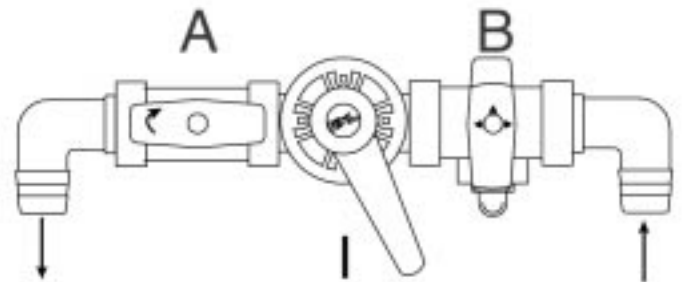

Fig. 8
2) Повторное наполнение установки: откройте кран слива и кран «впуска чистой воды». Установите рукоятку реверсивного крана на трехходовой кран (В), закройте двухходовой кран (А) и установите трехходовой кран как показано на рис.8.